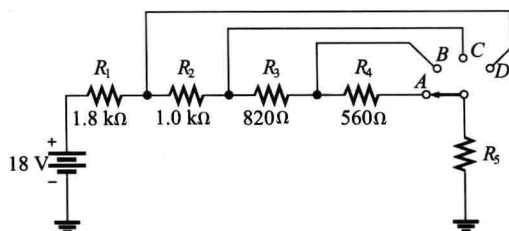

图 4-88 习题 53 图
53. 在图 4-88 中，当开关在 D 位置时流过 R_5 的电流为 6mA ，试确定开关在各个位置时每个电阻两端的电压。